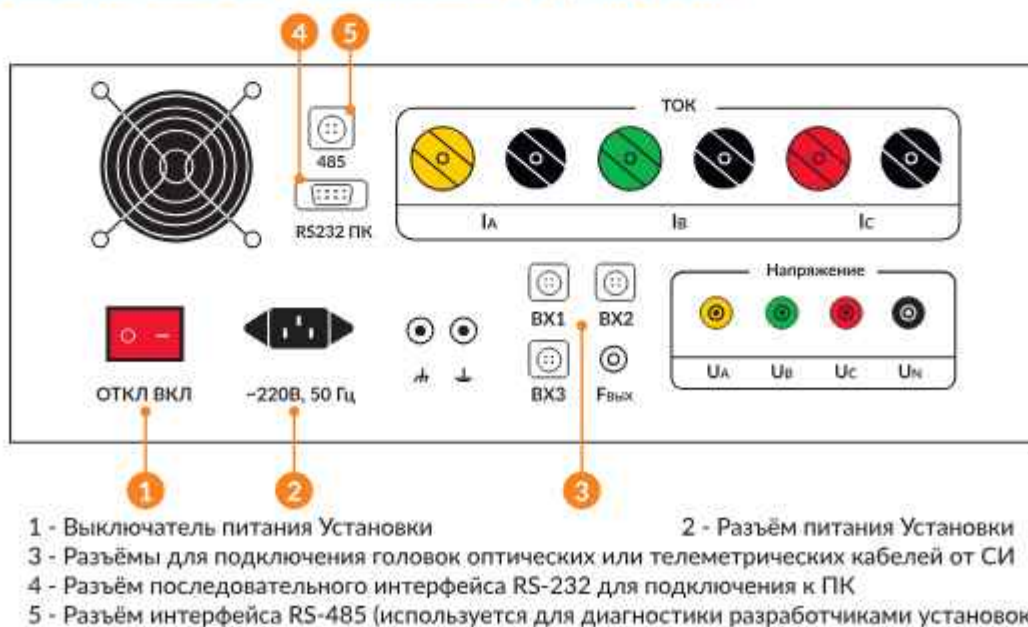

Рисунок 3.2.1 Задняя панель Установки
- кнопкой «СТОП», расположенной на лицевой панели Установки (рисунок 3.2.1), снять питание с выходов тока и напряжения;
- выключите питание Установки переключателем «ВКЛ/ОТКЛ» на задней панели Установки (рисунок 3.2.1).